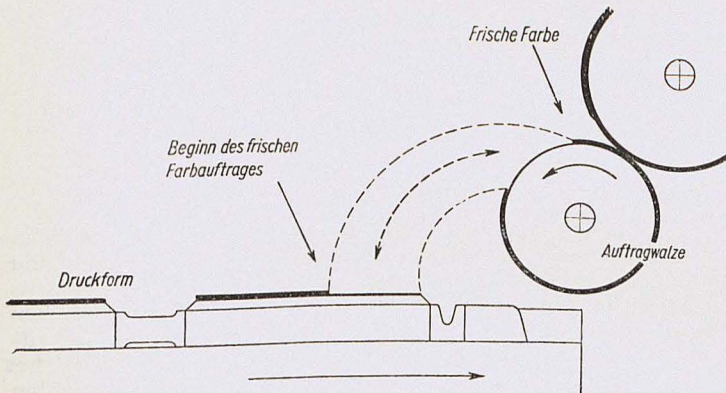

Bild 42
5. An manchen Maschinen treten Walzenstreifen auf, wenn die Druckform zu weit nach der Anlage zu geschlossen wurde. Die vorderste Auftragwalze färbt die Form dann nach der Umkehr nochmals ein, ohne frische Farbzufuhr erhalten zu haben, wie die schematische Zeichnung Bild 42 zeigt.